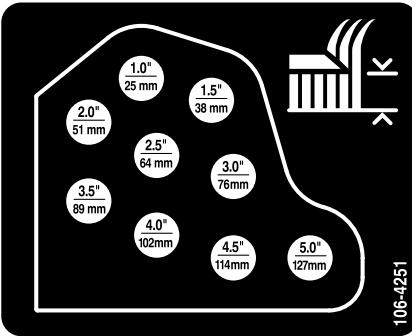

Figura 18
- Monte las cadenas de altura de corte en el taladro de altura de corte deseado con el pasador y el pasador de horquilla (Figura 18).